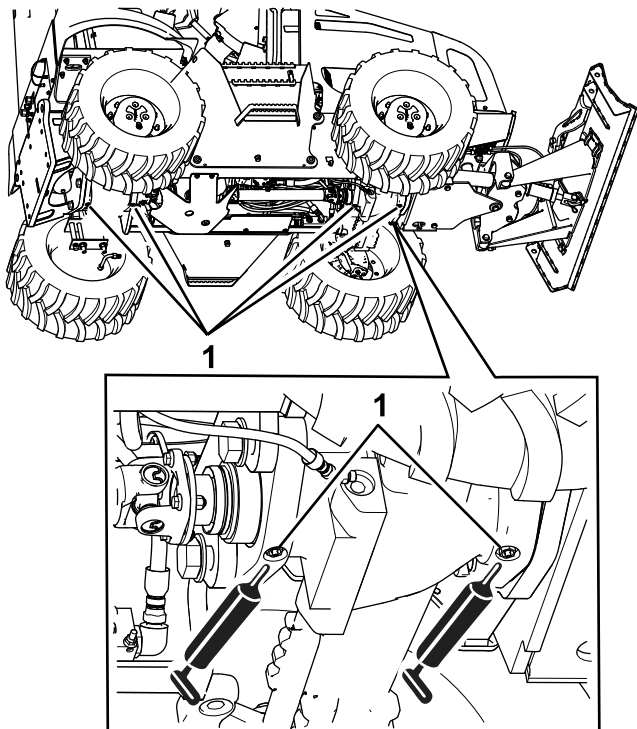

Figura 61
3. Conecte la pistola de engrasar a los engrasadores de los pivotes de inclinación de los ejes delantero y trasero; bombee 2 o 3 aplicaciones de grasa en cada engrasador (Figura 61).